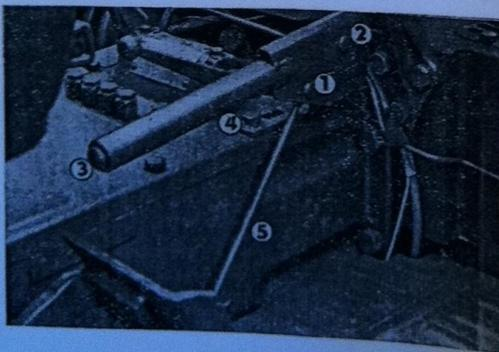

Fig. 131
1. Retirer la goupille hors de l'axe dans la partie inférieure de la tringle du frein à main (fig. 131/5) et chasser l'axe.
2. Dévisser les deux vis M 8×35 du support de frein à main et déposer ce support (fig. 131/4).
3. Déposer la tringle hors du levier en retirant la goupille fendue de l'axe du levier et en chassant l'axe (fig. 131/1).
4. Retirer la goupille fendue de l'axe de levier et chasser cet axe. En faisant ainsi on dégage le levier de cliquet complète (fig. 131/2).
5. Dévisser le bouton (fig. 131/3) du tirant et déposer le ressort avec la rondelle. Retirer le tirant de commande avec la goupille fendue hors du levier.